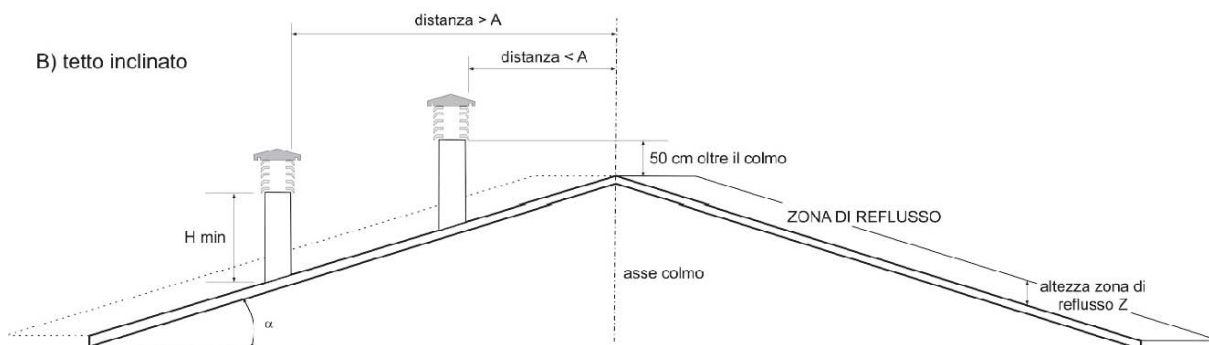

Fig.8
in funzione dell'angolo di inclinazione della copertura, per cui risulta necessario adottare le altezze minime riportate in fig.7 e in fig.8.
- Il comignolo dovrà essere del tipo antivento e superare l'altezza del colmo (fig.7 e fig.8).